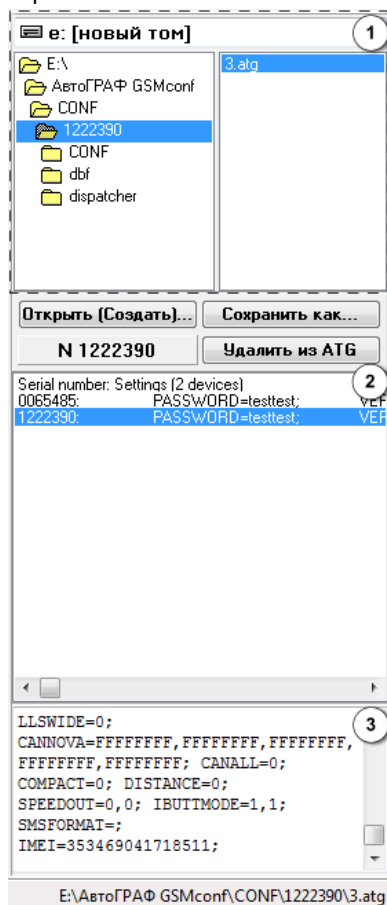

Рис.5 – АТГ браузер.
- В верхней части браузера (рис.5) **Ошибка! Неверная ссылка закладки.**, поле 1) выберите нужный файл с настройками. Дважды нажмите на файл левой кнопкой мыши, файл откроется. Вы также можете открыть АТГ файл, нажав кнопку **“Открыть (создать)”** и выбрав в появившемся окне нужный файл.